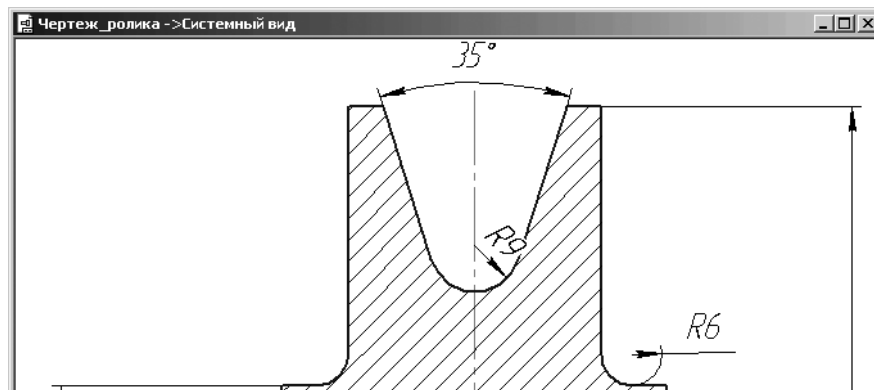

Рис. 4.56. Результат простановки углового размера канавки ролика в окне чертежа
- переместите курсор к месту установки размерной линии тЗ и щелкните мышью для фиксации ее местоположения. Это состояние показано на рис. 4.56.